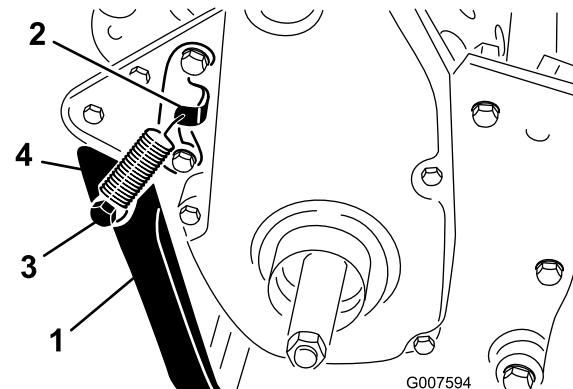

Figura 5
1. Prenda a mola no suporte da mola e na fixação da mola alinhando o apoio com os furos de montagem na parte traseira do chassis (Figura 5).
2. Monte o apoio em cada lado do chassis com um parafuso, anilha de bloqueio, cunha, anilha chata e porca de bloqueio (Figura 5). Posicione a cunha no furo de montagem do apoio.